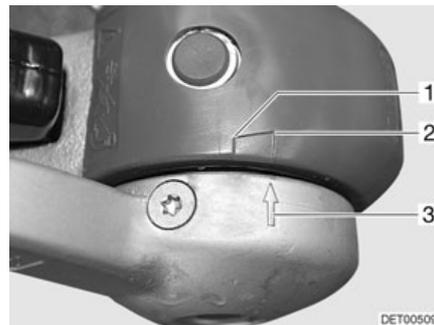

Fig. 178 Garnitures de friction
- Si la flèche se trouvant sur le disque de pression (Fig. 178,3) se trouve devant ou touche la zone témoin (Fig. 178,2), les garnitures de friction sont encore à l'état neuf.
- Si la flèche du disque de pression se trouve dans la zone témoin (Fig. 178,1 à 2), les coupelles de friction sont légèrement usées.
- Si la flèche du disque de pression se trouve à la fin de la zone témoin (Fig. 178,1) ou la dépasse, les coupelles de friction sont usées.